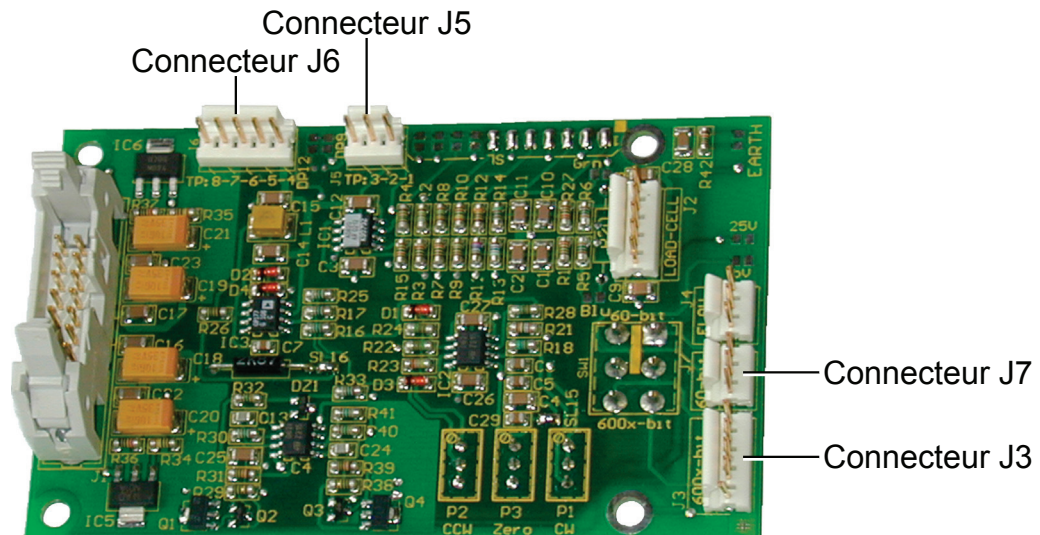

Figure 3–4 Emplacement des connecteurs sur la carte électronique du TSC 401
4. Connecter un voltmètre entre la borne TP3 (+) sur le connecteur J5 et la borne TP4 (-) du connecteur J6. La *figure 3–4* permet de les situer.